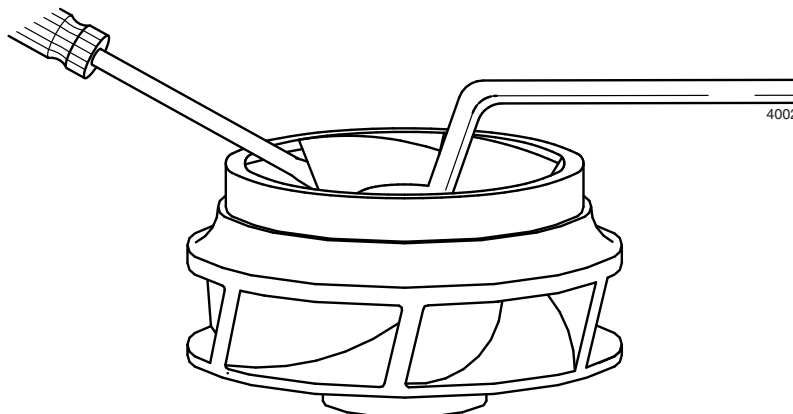

Рисунок 7: Ослабление накидной гайки.
- 2 Заблокируйте вращение крыльчатки (0120), см. рисунок 7.